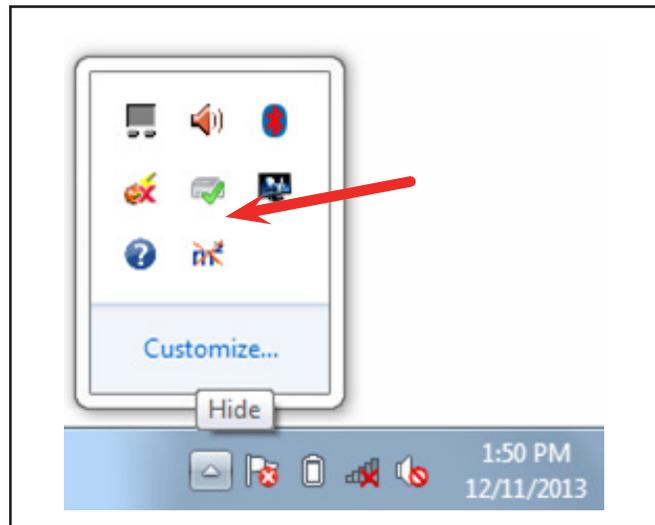

Figure 26 - Indicateur NON-CONNECTÉ
10. Une icône apparaîtra dans la zone de notification du bureau indiquant que l'application MAIDCOM2 est en marche, mais qu'elle n'est pas encore connectée. Voir Figure 26.